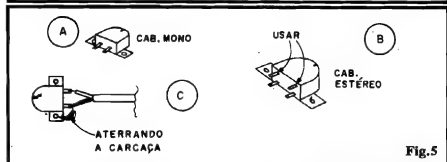

Fig.5
- FIG. 5 - DETALHES A RESPEITO DA CABEÇA MAGNÉTICA - Conforme já foi mencionado, tanto podem ser usados cabecotes mono (5-A) como estéreo (5-B). Como não há, no circuito do TESTA-DOLAR, a necessidade de mais de um canal, os correspondentes terminais do cabeçote magnético podem ser simplesmente desprezados (ver indicação em 5-A). Em alguns casos, as "orelhas" de fixação do cabeçote podem apresentar dobras ou ângu-
los que venham a dificultar a sua instalação de maneira simples no TESTA-DOLAR... Se isso se verificar, basta cortar as eventuais dobras ou "sobras", deixando no máximo as duas orelhas de fixação conforme sugere a figura... Como não haverá necessidade de precisos ajustes de posicionamento ou azimute, todas as "frescuras" mecânicas inerentes ao cabeçote podem ser ignoradas... Para "reforçar" o efeito de blindagem, convém que o condutor de "terra" do cabo blindado (correspondente à malha do dito cabo) seja ligado não só a um dos terminais utilizados do cabeçote, mas também ao próprio corpo ou estrutura metálica do dito sensor, conforme sugere a fig. 5-C. Nos nossos testes, com um cabo de ligação do cabeçote bastante curto (cerca de 5 cm.), essa conexão não se mostrou obrigatória, contudo "o que sobra não falta", então...